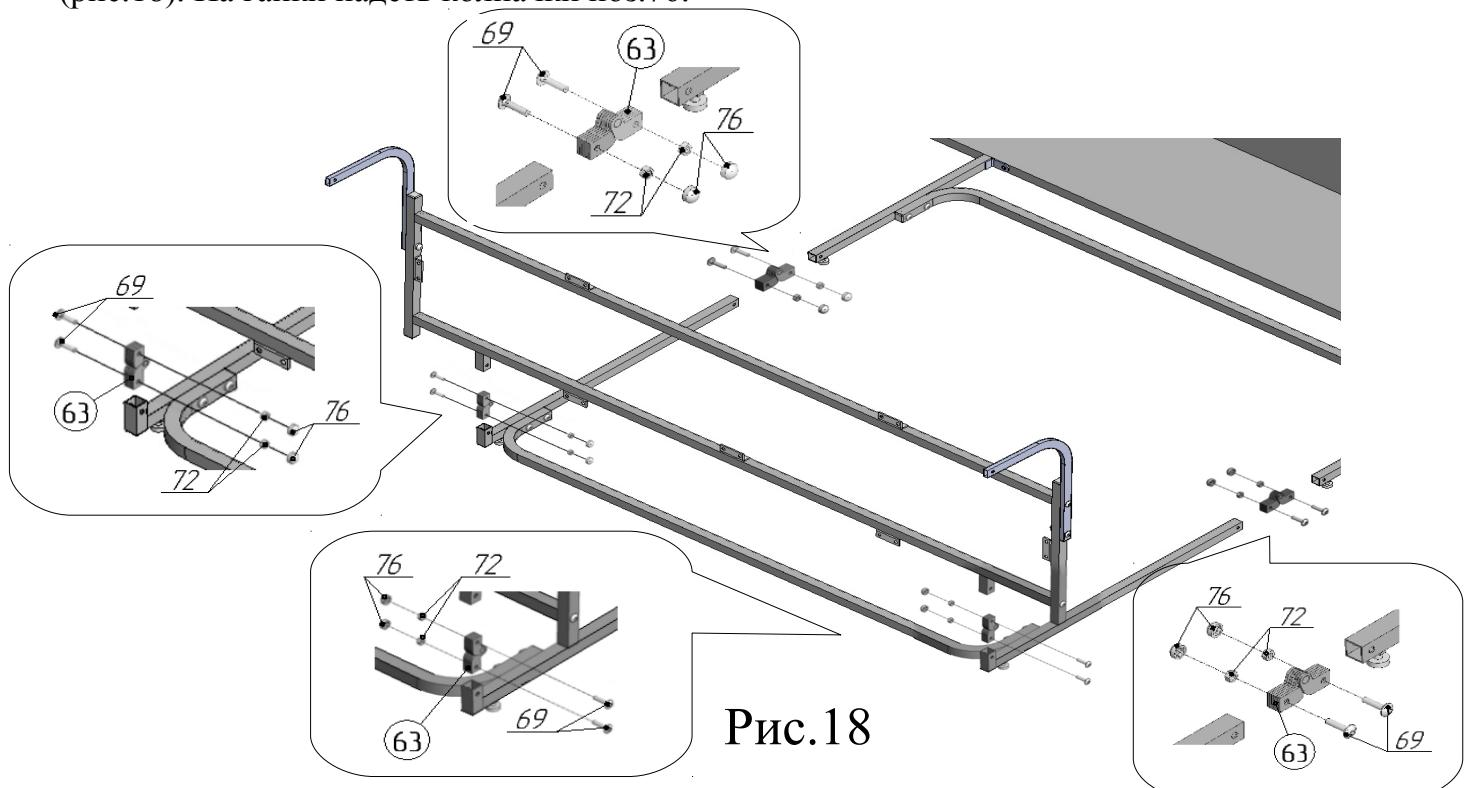

Рис.18
22. Соединить узлы, собранные в пунктах 16,17,18 друг с другом, используя шарниры с заклёткой поз.63, Винт M6x25 поз.69, гайку M6 со стопорным кольцом поз.72 (рис.18). На гайки надеть колпачки поз.76.